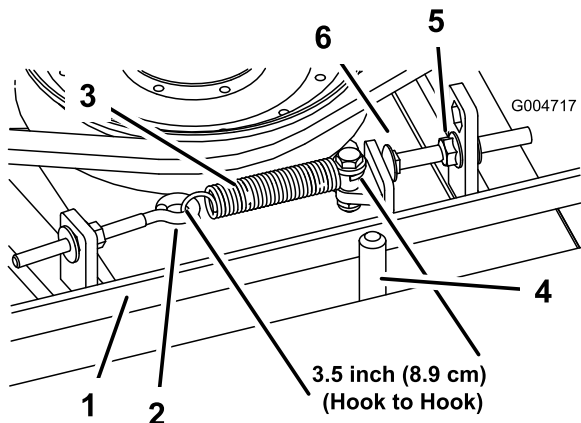

Figura 63
8,9 cm ± 6 mm (lado interior). Logo que se obtenha a tensão correcta da mola, ajuste o pino de fecho (parafuso da carroçaria) até haver uma folga aproximada de 3 mm +1,5/-0,0 mm entre a cabeça do parafuso e o braço intermédio (Figura 63).
Nota: Certifique-se de que a correia está colocada no lado da mola do guia da correia (Figura 63).
2. Desaperte o parafuso com olhal permitindo a remoção da mola de extensão (Figura 63).
3. Desaperte a porca flangeada que fixa o pino de fecho na patilha de montagem. Puxa a porca ligeiramente para trás para permitir que o braço intermédio passe pelo pino de fecho (Figura 63). Retire a polia intermédia da correia para aliviar a tensão da correia.
8. Volte a ligar a mola de extensão (Figura 63) ao parafuso de olhal e aplique a tensão na correia como se segue: